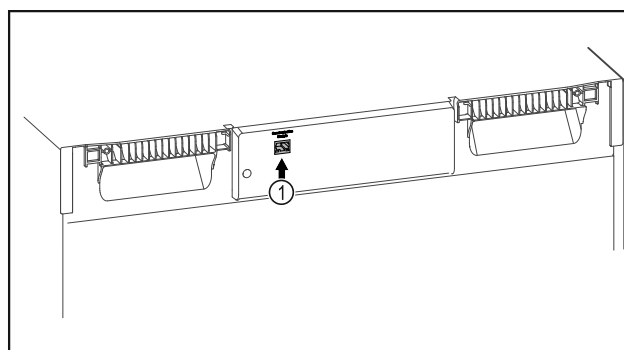

Fig. 78
- SmartModule Fig. 78 (1) is geplaatst.